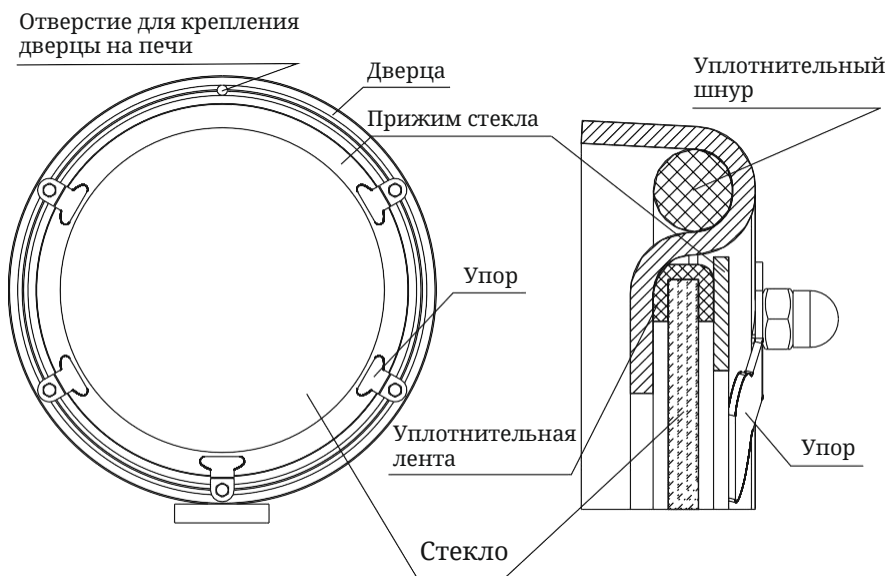

Рисунок 7.2 Ремонт светопрозрачного экрана (стекла) иллюминатора
Если на нем нет уплотнительных лент, наклейте их, лента шириной 20 мм наклеивается сверху и снизу стекла «П» — образно (рисунок 7.1), лента шириной 10 мм наклеивается вертикально, вдоль боковых сторон стекла (рисунок 7.2).
4. Вставьте стекло в упор, при этом лента, наклеенная с боковых сторон (вертикальная) должна быть зажата между стеклом и каркасом дверцы (рисунок 7.2).
В случае повреждения светопрозрачного экрана (стекла) на иллюминаторе печи, его необходимо заменить. Для этого (см. рисунок 7.2):